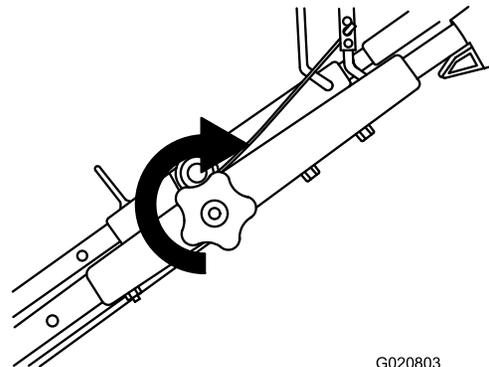

図 4
2. 上ハンドルについているノブを十分に締めつける 図 4。